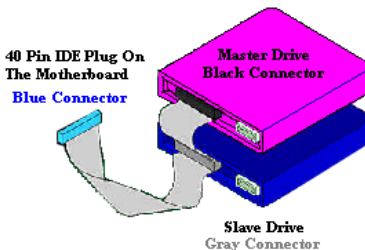

Bild 2-8. Verbindung eines ATA/66 Kabels mit dem Motherboard
- Verbinden Sie den **SCHWARZEN** Anschluss mit dem passenden Stecker auf dem Master Festplatten Laufwerk. Verbinden Sie den **GRAUEN** Anschluss mit dem passenden Stecker auf dem Slave Laufwerk (Secondary Festplatten Laufwerk, CD ROM, oder Bandlaufwerk). Siehe hierzu Abb. 2-8.